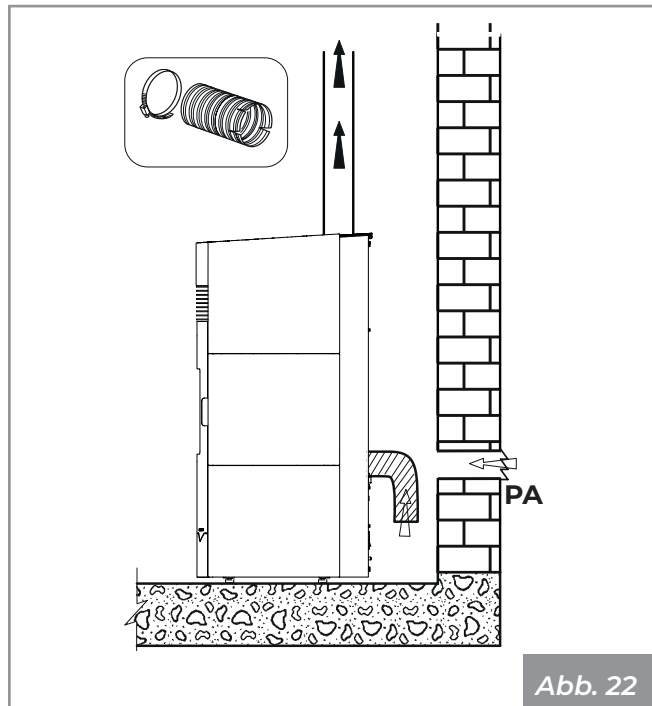
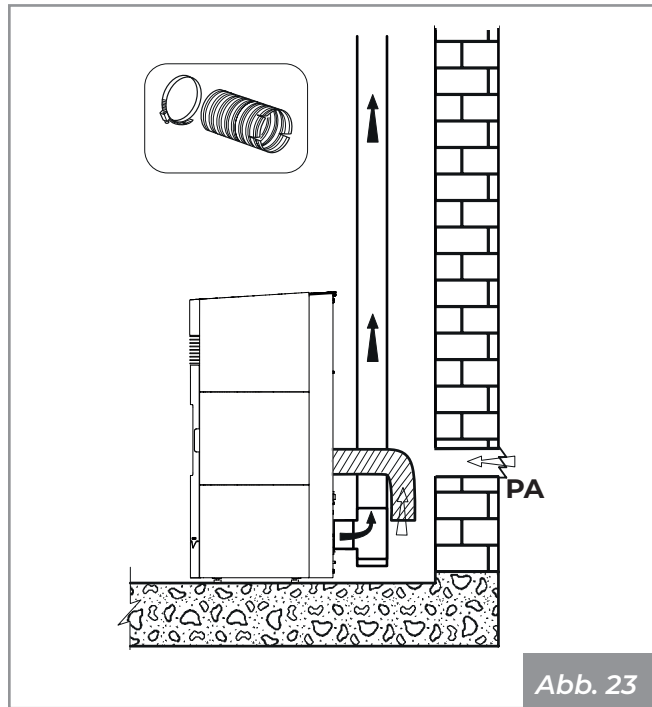

Abb. 22
Abb. 23
- aus der Installationsumgebung oder aus geeigneten Nebenräumen kommen (**Abb. 22 - Abb. 23**)
Den Lufteinlass an der Wand vornehmen (Abb. 22 und Abb. 23 - PA = Lufteinlass), und lassen Sie das Gerät frei, um Luft in den Raum anzusaugen. Achten Sie darauf, das Wellrohr an das Lufteinlassrohr, falls vorhanden, anzuschließen, befestigen Sie es mit der Schelle und biegen Sie es leicht nach unten, um mögliche Resonanzeffekte zu vermeiden.